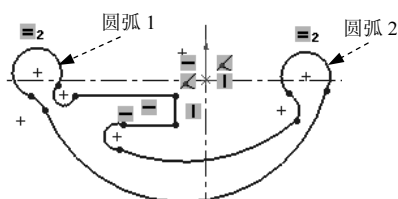

图 6.4 添加“相等”约束
Step 1 添加图 6.4 所示的“相等”约束。按住 Ctrl 键，选择图 6.4 所示的圆弧 1 和圆弧 2，系统弹出“属性”对话框，在 **添加几何关系** 区域中单击 **相等(E)** 按钮。